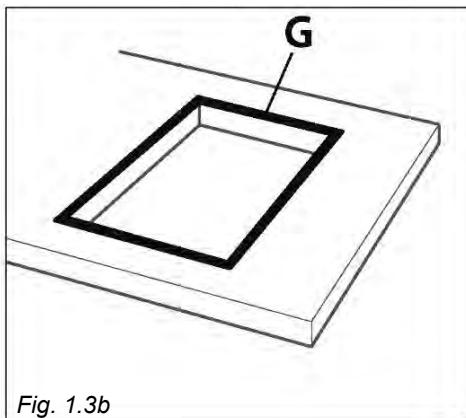

Fig. 1.3b
- Întindeți garnitura „G” peste marginea orificiului perforat, având grijă să suprapuneți marginile de joncțune (fig. 1.3b).